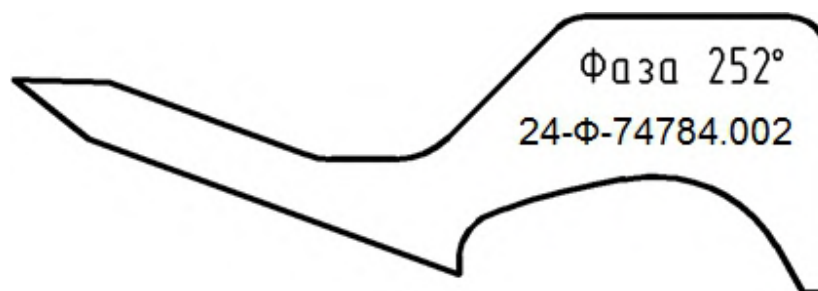

Abb. 99. 24-F-74784.002 – Nockenschablone 252° mit Pfeil
2. 24-F-74784.002 – Nockenschablone 252° mit Pfeil (Abb. 99).